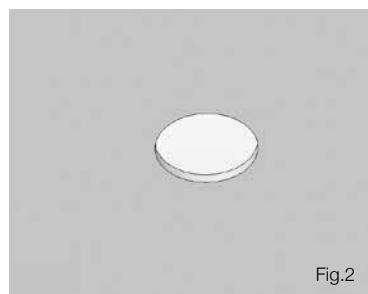

Fig.2
3. Découpez le trou dans le plafond au moyen d'une scie à guichet (Fig.2).